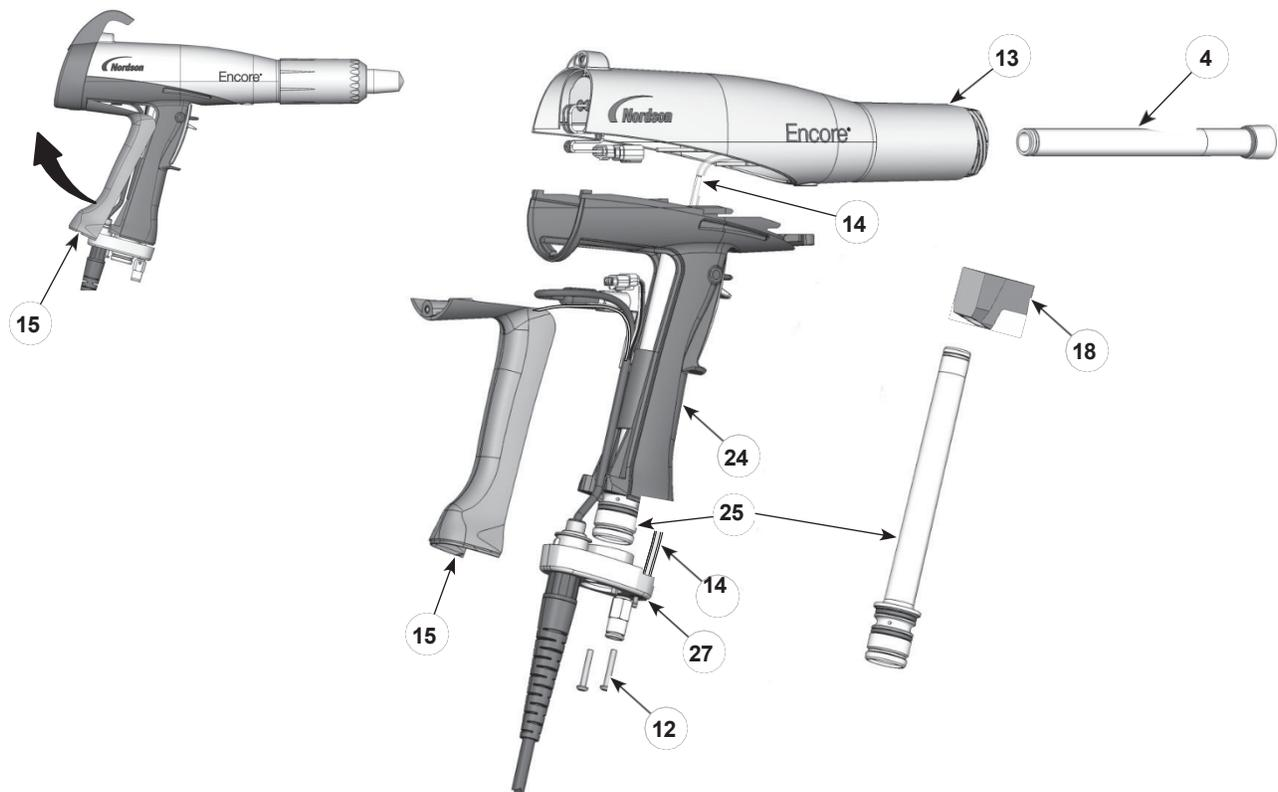

Abbildung 15 Pulver Pfadwechsel
1. Siehe Abbildung 15. Entfernen Sie das Winkelstück (18) vom Einlassrohr (25).
2. Entfernen Sie die beiden M3 x 20-Schrauben (12) aus dem Griffsockel (27). Ziehen Sie den Sockel vom Griff weg, schwenken Sie die Unterseite der Erdungsplatte (15) nach oben und vom Griff weg und nehmen Sie sie dann ab. Lassen Sie das Erdungskabel an der Erdungsplatte angeschlossen.
3. Schieben Sie das Einlassrohr (25) nach oben und aus dem Sockel heraus, und schieben Sie dann den Sockel aus dem Weg und ziehen Sie das Einlassrohr aus dem Griff.
4. Schieben Sie das Auslassrohr (4) vorne aus dem Pistolenkörper (13) heraus.
1. Siehe Abbildung 15. Das Auslassrohr (4) in den Pistolenkörper (13) einbauen, wobei das Ende des Rohrs bündig mit dem Ende der Pistole abschließen muss.
2. Setzen Sie das Einlassrohr (25) in den Griff (24) ein, und setzen Sie dann das Ende des Rohrs in Griffbasis (27) ein.
(15) in das Gehäuse und drehen Sie es auf den Griff. Achten Sie darauf, dass die Kabeldrähte nicht beim Wiederausammenbau eingeklemmt werden.